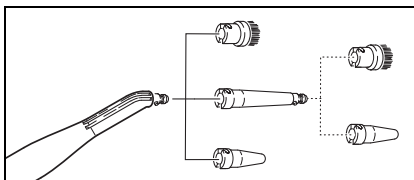

Fig. 8
- Punktstråledysen (D1) kan også benyttes sammen med forlengeren (D2), rundbørsten (D3) eller powerdysen (D4) (se fig. 8). Stikk da tilbehørets to utsparinger inn i punktstråledysens sperreanordninger og dreii med urviserne til de går i inngrep.